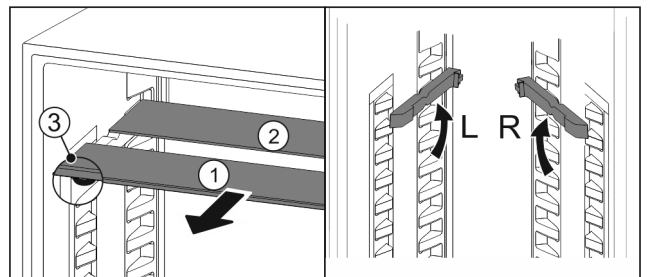

Fig. 87
- estrarre i ripiani di vetro singolarmente tirando in avanti Fig. 87 (1).
- Il piano in vetro Fig. 87 (1) con il motivo ornamentale è nella parte anteriore.
- I fermi Fig. 87 (3) sono rivolti verso il basso.